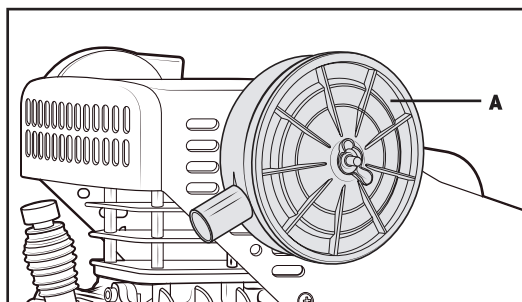

Рис. 5
- Присоедините корпус воздушного фильтра **A** с фильтрующим элементом к корпусу головки компрессора. Рис. 5.